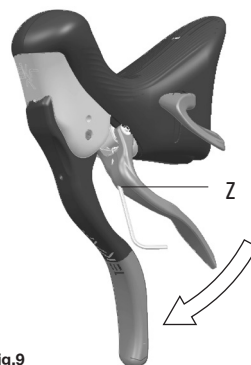

Fig.9
La posición de la palanca externa se puede regular, para que esté más o menos cerca de la maneta del freno, ajustando el pasador que se encuentra en el interior del orificio Z (Fig.9 / Fig. 10). La posición correcta de la palanca externa tiene que regularse de manera que se quede a ras, pero que no toque la goma de la maneta del freno.
- Gire la llave Allen en sentido horario (Fig. 9) si desea alejar la palanca de la maneta del freno (Fig. 10) o en sentido antihorario si desea acercar la palanca.